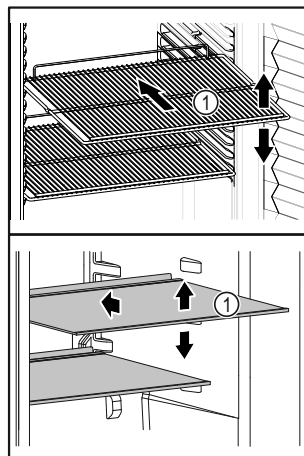

Fig. 9 Immagine a titolo di esempio
- ❑ Se i ripiani Fig. 9 (1) sono spostati, adattare i ripiani in base all'altezza.